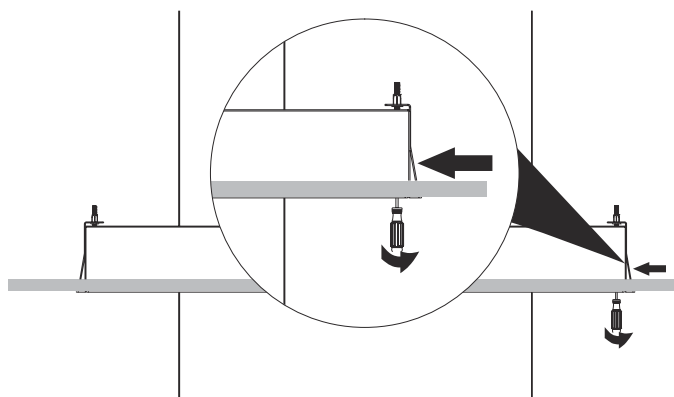

Fig. 14
- 7.** → Skub produktet på monteringsfladen. Sørg for, at de 4 ophængningsbeslag bærer produktet. Spænd ophængningsbeslagene på produktets underside og sørg for, at produktet er helt fastgjort (Fig. 14).
- 11.** ▶ 11. Skub produktet på monteringsfladen. Sørg for, at de 4 ophængningsbeslag bærer produktet. Spænd ophængningsbeslagene på produktets underside og sørg for, at produktet er helt fastgjort (Fig. 14).